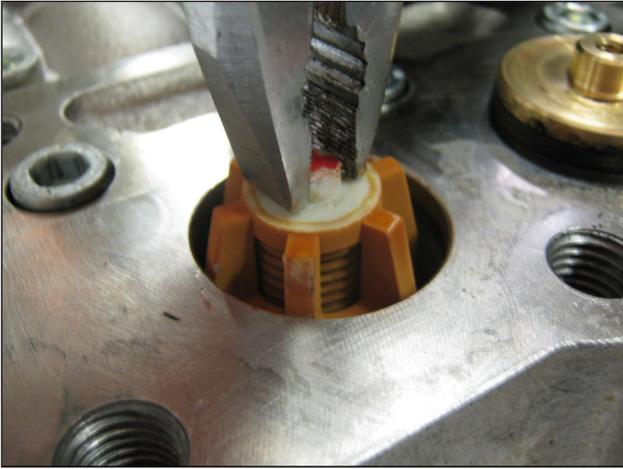

Fig. 18
- Les groupes de soupapes d'aspiration et de refoulement des pompes KT24-26-28-30-32 - KTR-28-32 - WK155-WK6 et des groupes de soupape de refoulement KT36-40-WK8 en utilisant un simple outil comme le montre la (Fig. 18) ;